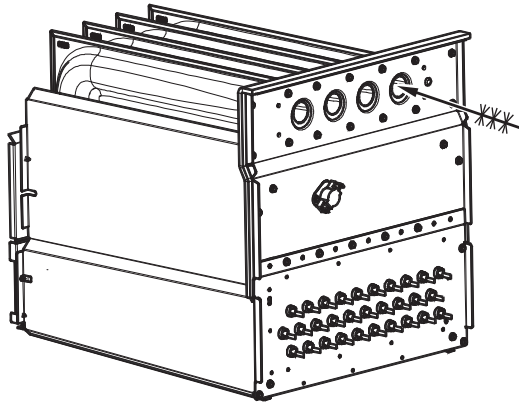

Fig. 71 – Limpieza de la celda del intercambiador de calor A11273SP
7. Limpie las aberturas del intercambiador de calor con un cepillo blando y una aspiradora. Consulte la Fig. 71.